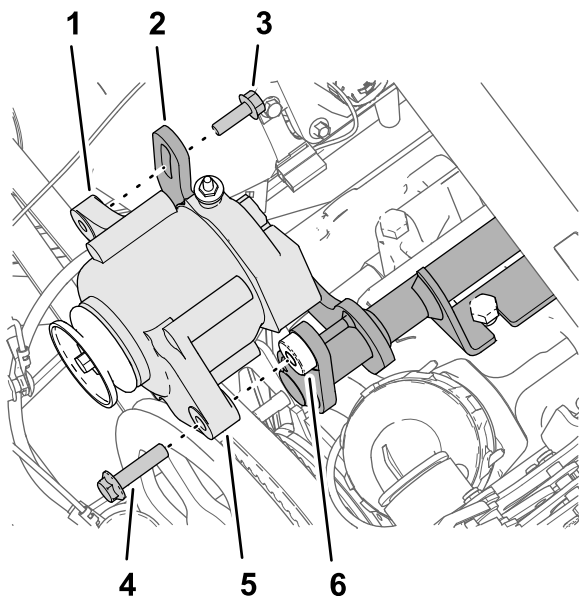

Рисунок 184
1. Установите генератор (60 А) на резьбовой прилив кронштейна генератора (Рисунок 184) с помощью болта с фланцевой головкой (¾ x 1½ дюйма).
- Установите резьбовой фланец генератора на фланец с пазом кронштейна генератора (Рисунок 184) с помощью болта с фланцевой головкой (8 x 25 мм).